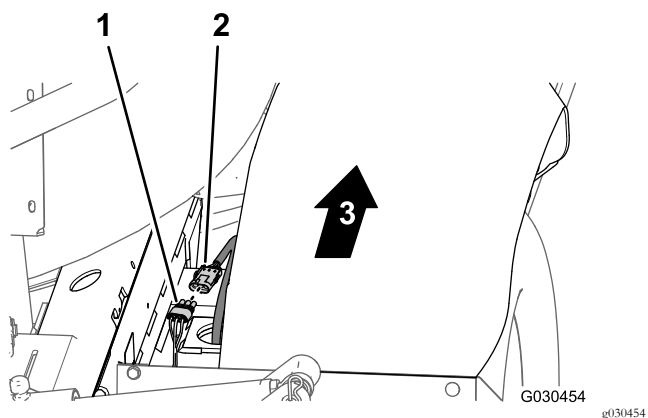

图21
1. 在机器背面右机架管与右挡泥板之间将右液压驱动马达上速度传感器线束的 3 针接头从后线束的 3 插槽接头中断开 图21。